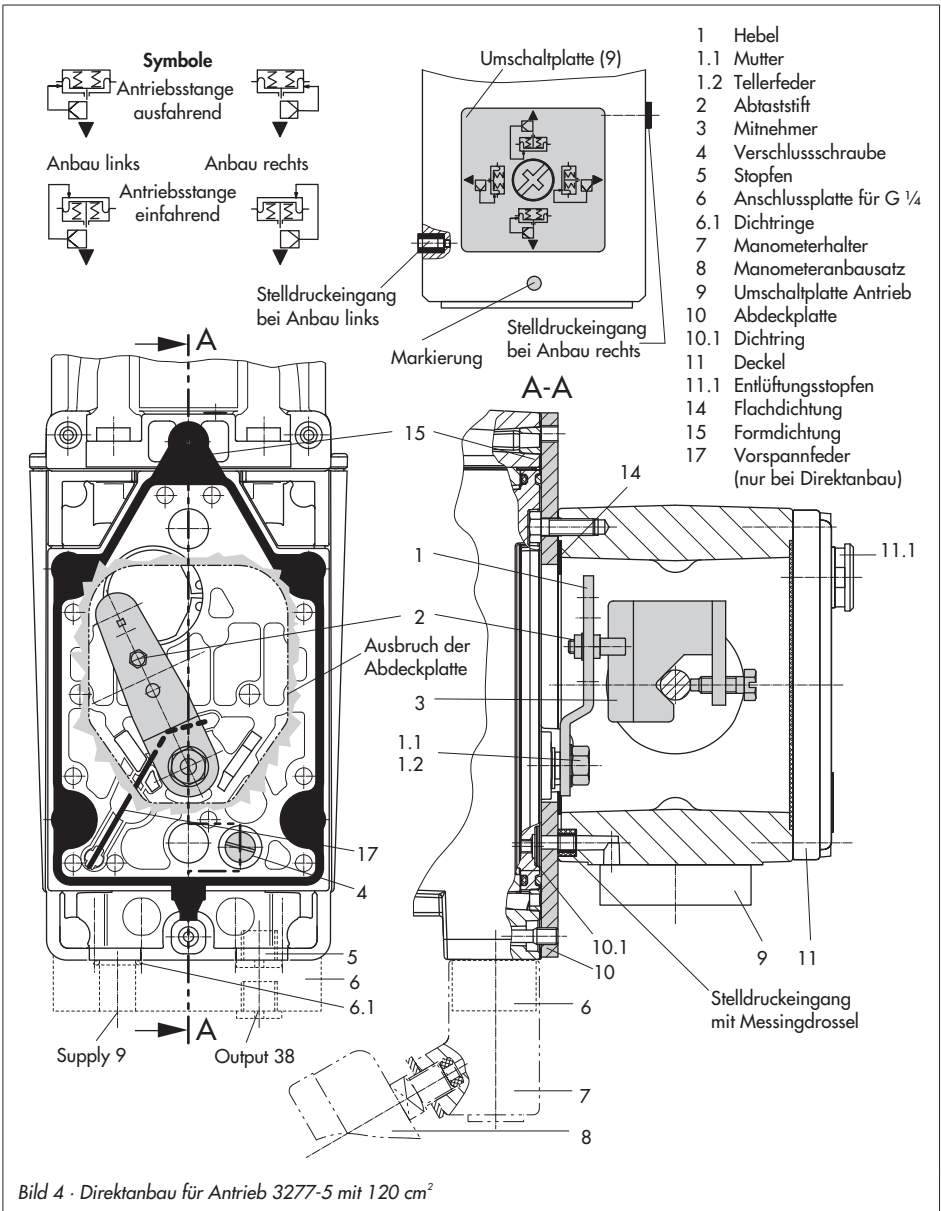

Bild 4 - Direktanbau für Antrieb 3277-5 mit 120 cm²
1. Symbol nach erforderlicher Sicherheitsstellung und Anbausituation nach Bild 4 „Symbole“ bestimmen:
2. Umschaltplatte (9) mit dem entsprechenden Symbol an der Markierung ausrichten und am Antriebsjoch montieren.
3. Gegebenenfalls Manometerhalter (7) mit Manometern oder bei erforderlichen Anschlussgewinde G 1/4 die Anschlussplatte (6) montieren, auf richtigen Sitz der beiden Dichtringe (6.1) achten.
4. Verschlusschraube (4) auf der Stellungsreglerrückseite entfernen und den Stelldruckausgang „Output 38“ am Stellungsregler (bzw. am Manometerhalter (7) oder der Anschlussplatte (6)) mit dem Stopfen (5) aus den Anbauteilen verschließen.
5. Mitnehmer (3) an die Antriebsstange setzen, ausrichten und so festschrauben, dass die Befestigungsschraube in der Nut der Antriebsstange sitzt.
7. Abdeckplatte (10) mit schmaler Seite des Ausbruches (Bild 4 links) in Richtung zum Stelldruckanschluss befestigen, die aufgeklebte Flachdichtung (14) muss zum Antriebsjoch zeigen.
8. **Hub 15 mm:** Am Hebel **M** (1) auf der Stellungsreglerrückseite verbleibt der Abtaststift (2) auf Stiftposition **35** (Lieferzustand).